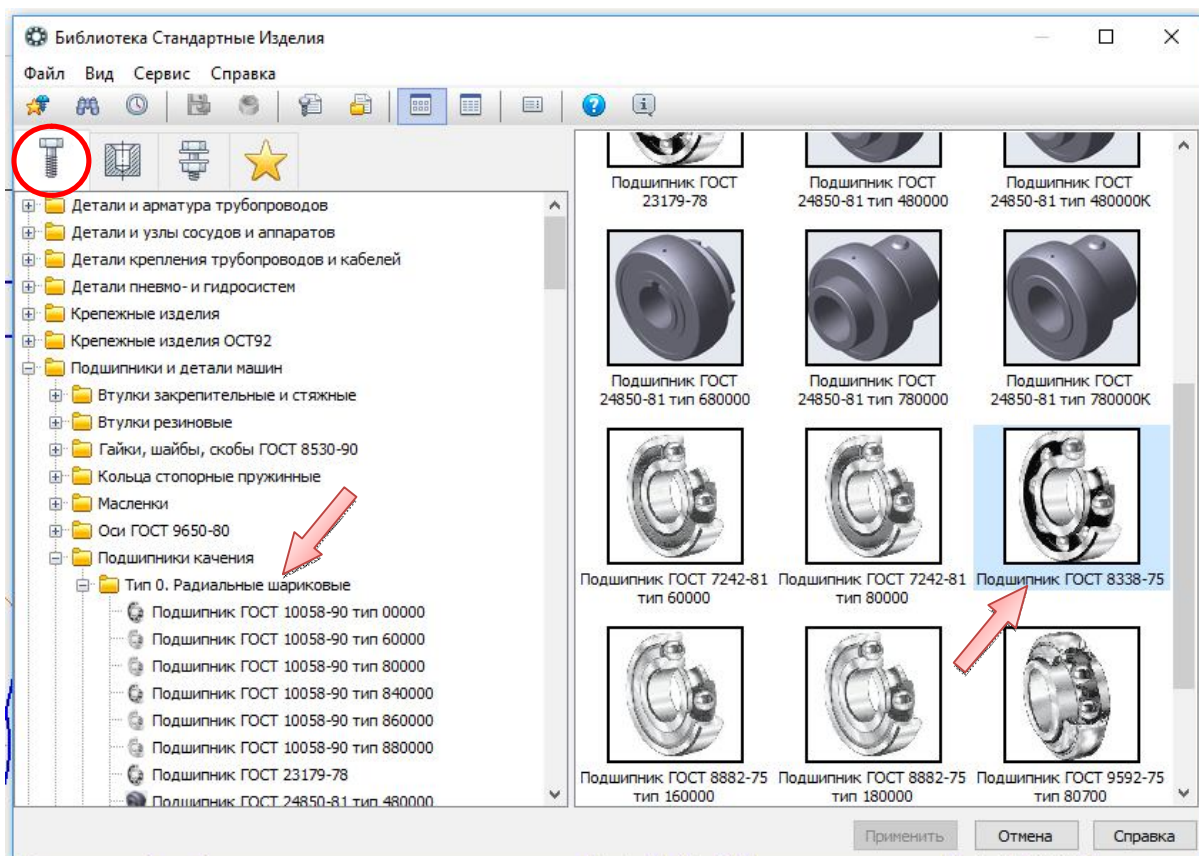

Рис. 4.63. Выбор подшипника в библиотеке подшипников и деталей машин
- В дереве библиотеки откройте ветвь «Подшипники и детали машин» → «Подшипники качения» → «Тип 0. Радиальные шариковые», выберите «Подшипник ГОСТ 8338 – 75» и два раза щёлкните ЛК (рис. 4.63).